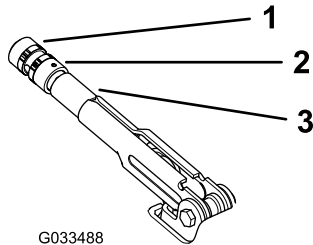

図 64
2. ブレーキレバーに調整ノブを固定している固定ねじをゆるめる 図 64。